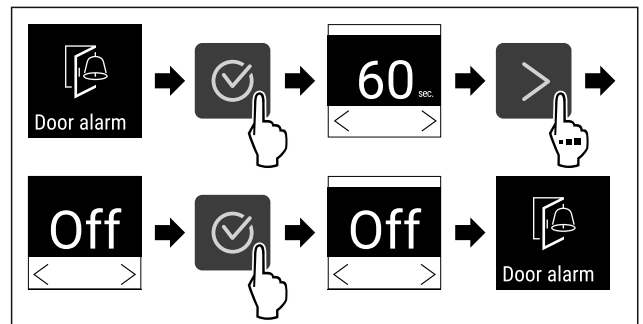

Fig. 88
- ▶ Følg anvisningene (se Fig. 88).